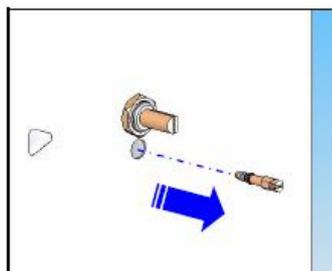

Figure 7
- Unscrew by-pass injector of gas valve, and screw appropriate injector (Figure 7).
- Nutzung eines Überlaufventils und Einsatz der geeigneten Schraube (Bild 7.)